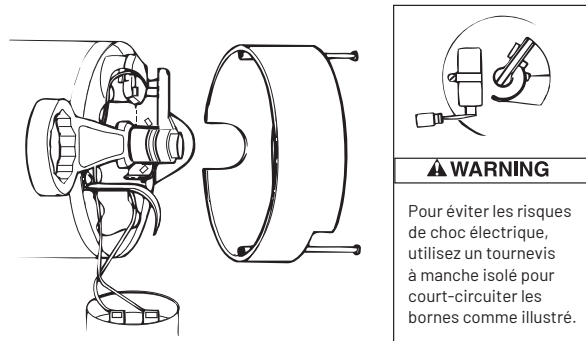

FIGURE 13 – IMMOBILISER L'ARBRE
4. Si l'impulseur doit être remplacé, desserrez deux vis mécaniques et retirez le capot du moteur (figure 13).
5. **⚠ WARNING LA TENSION DU CONDENSATEUR PEUT ÊTRE DANGEREUSE.** Pour décharger le condensateur, tenez le tournevis à manche isolé **PAR LE MANCHE** et effectuez un court-circuit dans les bornes du condensateur (figure 13). Ne touchez pas la lame métallique du tournevis ni les bornes du condensateur. En cas de doute, consultez un électricien qualifié.